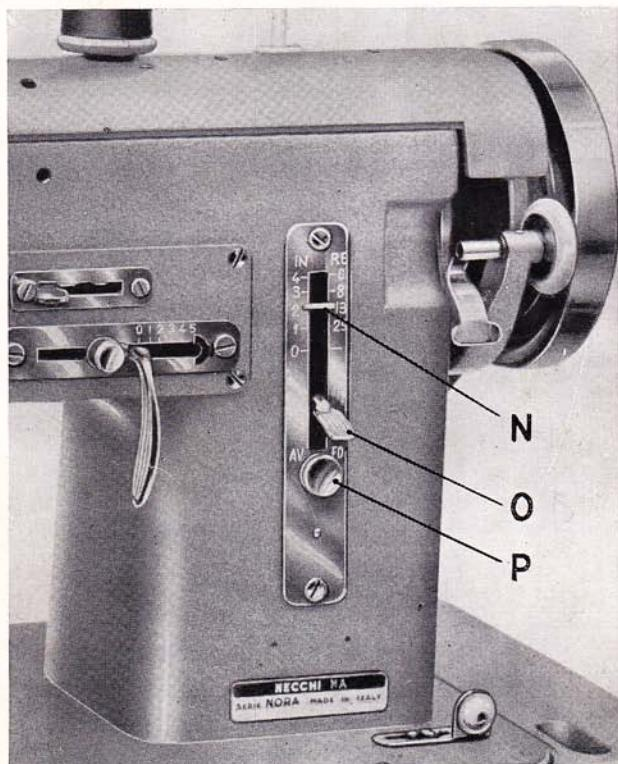

Fig. 15
- a) loosen knurled thumb screw « P » (Fig. 15).